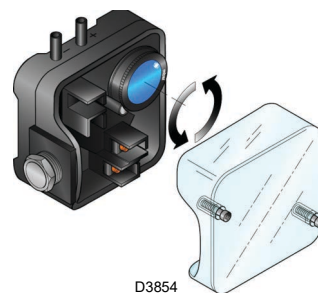

Fig. 26
- Regular el presostato aire (Fig. 26 en la pág. 26) en el inicio de la escala.
Efectuar la regulación del presostato aire, después de haber efectuado todas las demás regulaciones del quemador, con el presostato aire ajustado al inicio de la escala (Fig. 26).